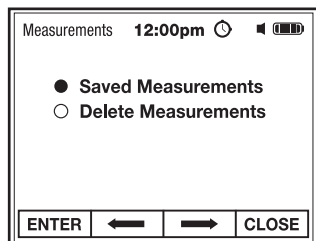

Fig. 17
1. Utilice los botones de función para seleccionar e **INGRESAR** Mediciones Borradas (Fig 17).
1. Utilice los botones de función para acceder a las mediciones guardadas (Fig. 17).